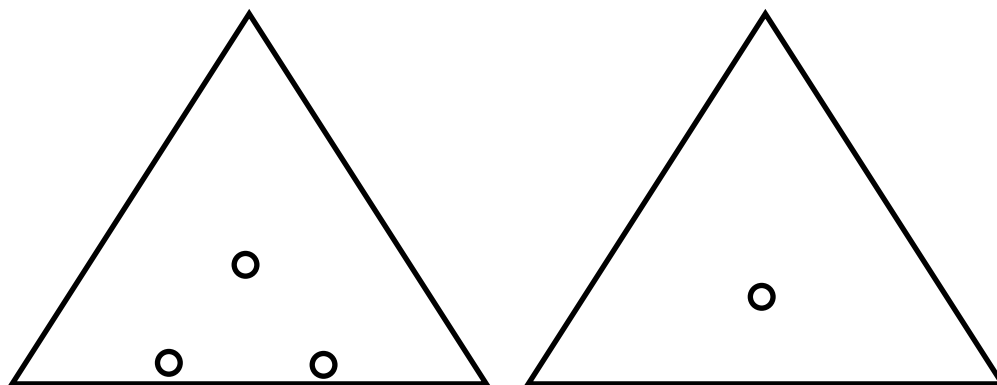

Рис. 1. Образцы деталей для металлического конструктора.
Сконструируйте и изготовьте две детали для металлического конструктора в форме равностороннего треугольника, соблюдая технические задания и условия (рис. 1).
4. В середине каждой из трёх средних линий первого треугольника разметьте и просверлите отверстия $\varnothing 5$ мм (см. рис. 1).
5. В центре линии, являющейся высотой второго треугольника, разметьте и просверлите отверстие $\varnothing 5$ мм (см. рис. 1).